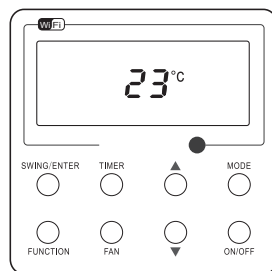
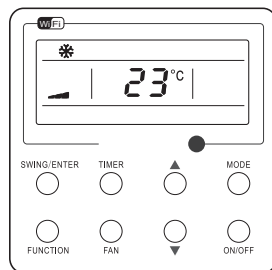

Рис. 4. Состояние «Выкл»
Рис. 5. Состояние «Вкл»
**Примечание:** на рис.4 изображено состояние дисплея после выключения устройства, на рис.5 изображено состояние дисплея после включения устройства.